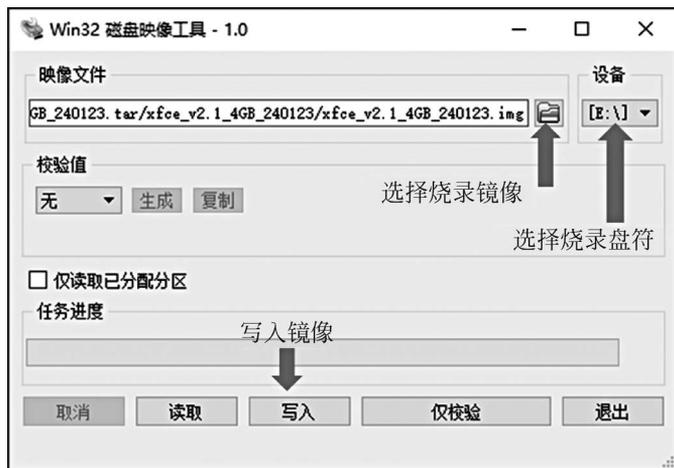

图 1-6 镜像文件烧录
(1) 将 micro SD 存储卡插入 USB 读卡器中,再将 USB 读卡器插入开发计算机。
(2) 打开 Win32DiskImager 工具,导入 xfce_v2.1_4GB_240123.img 镜像文件,选择工具界面设备中 USB 读卡器的盘符,然后执行写入操作,等待写入完成,如图 1-6 所示。